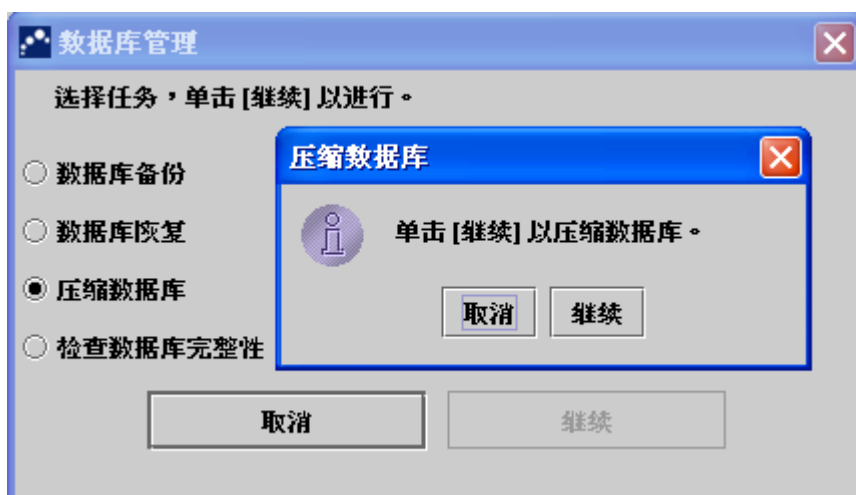

图 4-27 “压缩数据库”对话框
1. 选择”数据库管理”对话框中的”压缩数据库”（图4-27）。